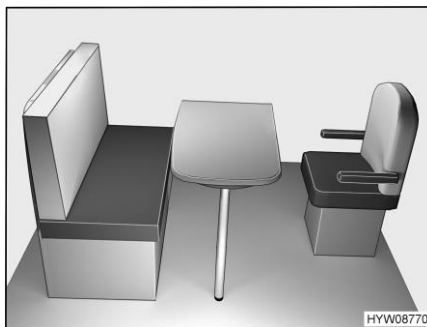

Fig. 64 Prima della trasformazione
- Ruotare il sedile del conducente verso il tavolo (Fig. 64).